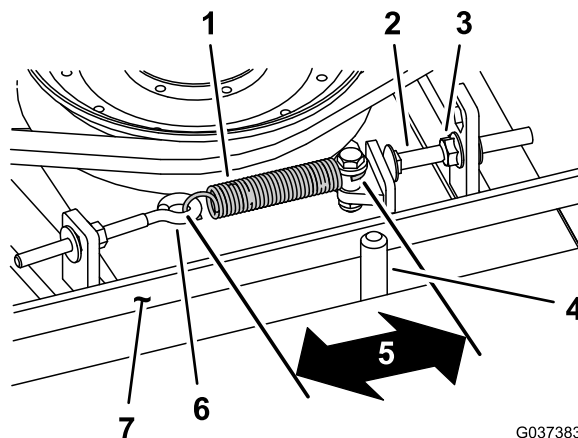

Figure 115
Lorsque le ressort d'extension est correctement tendu, l'intérieur doit mesurer (d'un crochet à l'autre) entre 8,3 et 9,5 cm (3¼ à 3¾ po). Lorsque le ressort est correctement tendu, ajustez le boulon d'arrêt (boulon de carrosserie) jusqu'à obtention d'un jeu d'environ 2 à 5 mm (0,065 à 0,185 po) entre la tête du boulon et le bras de la poulie de tension (Figure 115).
**Remarque:** La courroie doit être placée du côté ressort du guide (Figure 115).
2. Desserrez le boulon à œil (Figure 115).
3. Desserrez l'écrou à embase qui fixe le boulon d'arrêt à la patte de montage, et écarterez la poulie de tension de la courroie (Figure 115).
9. Raccrochez le ressort d'extension (Figure 115) au boulon à œil et tendez la courroie comme suit :